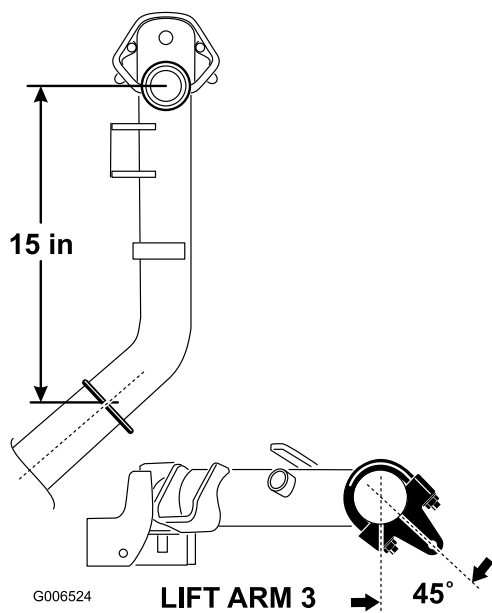

Figure 5
2. Sur les bras de relevage n° 2 et 3, positionnez les supports et les étriers filetés à 38 cm derrière l'axe du pivot (Figure 5). Tournez les supports de 45 degrés vers l'extérieur de la machine.